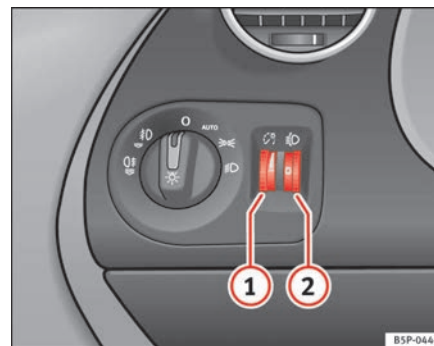

Abb. 73 Instrumententafel: Regler für die Instrumenten-/Schalterbeleuchtung und Leuchtweitenregulierung
Bei eingeschaltetem Licht lässt sich die Helligkeit der Instrumenten- und Schalterbeleuchtung durch Drehen des Rändelrades ⇒ Abb. 73 ① stufenlos regulieren.